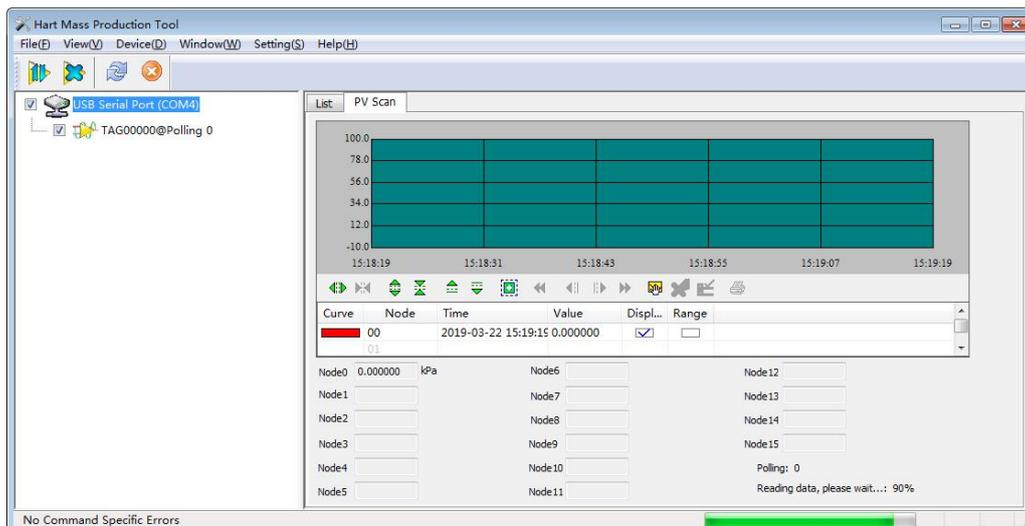

Рисунок 5.19 Вкладка мониторинга основных переменных
- (1) Щелкните левой кнопкой мыши в последовательном узле представления сети (например: COM1), в представлении правой вкладки отображается последовательный порт, подключенный к сети, и вся информация о вкладках, связанных с онлайн-устройствами.
- (2) Нажмите «main variable Monitoring» на правой вкладке, как показано на рис. 5.19 .